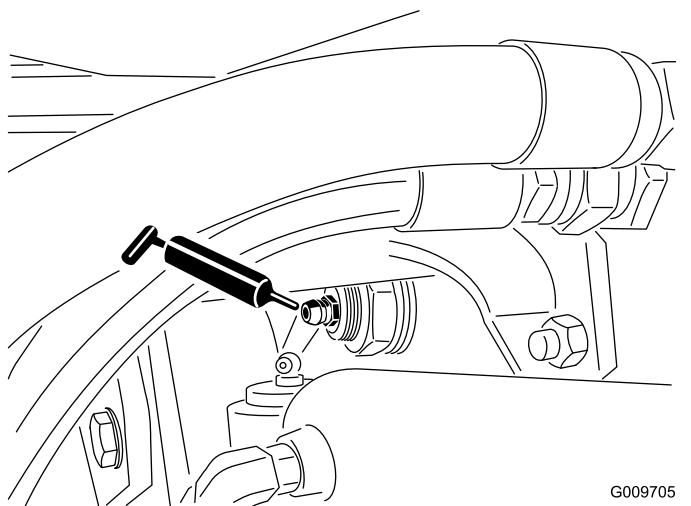

Рисунок 34
- Втулки шарниров заднего моста (2 шт.), как показано на Рисунок 34.